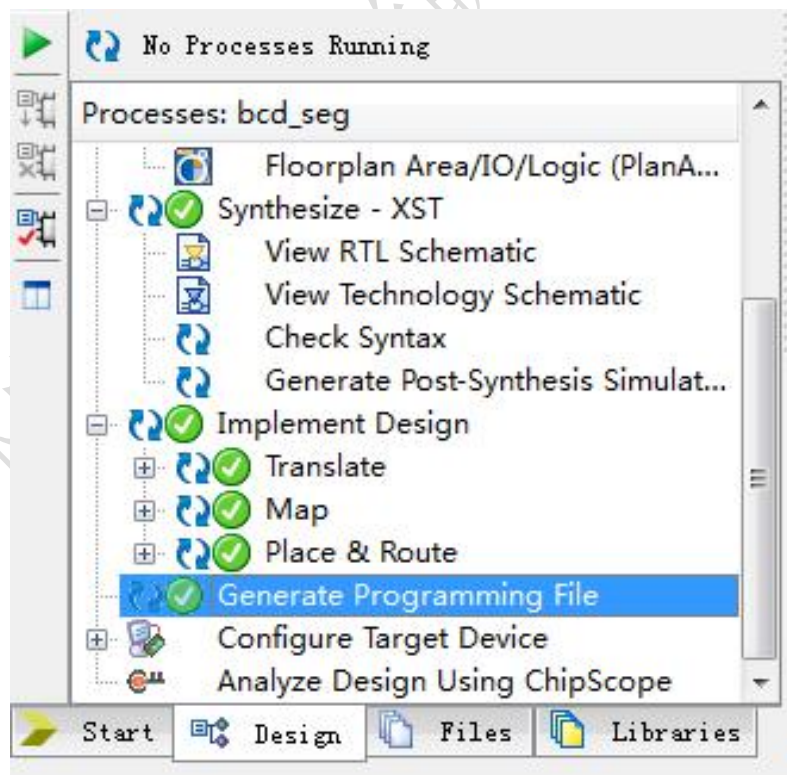

图 1-12
- 1、生成下载文件后连接好硬件，并双击图 1-12 中的 Generate Programming File 生成 XXX.bit 文件。